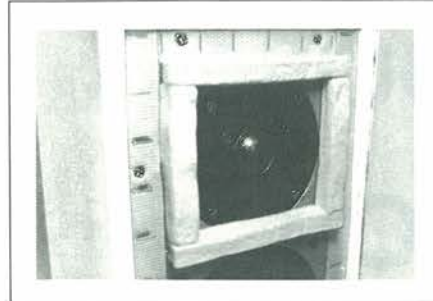

Fig. 9. Le strisce di feltro che incorniciano il tweeter della replica, esattamente come sulla vera Rogers.
- 4 - Incollare 4 strisce di feltro attorno al tweeter all'esterno (Fig. 9).